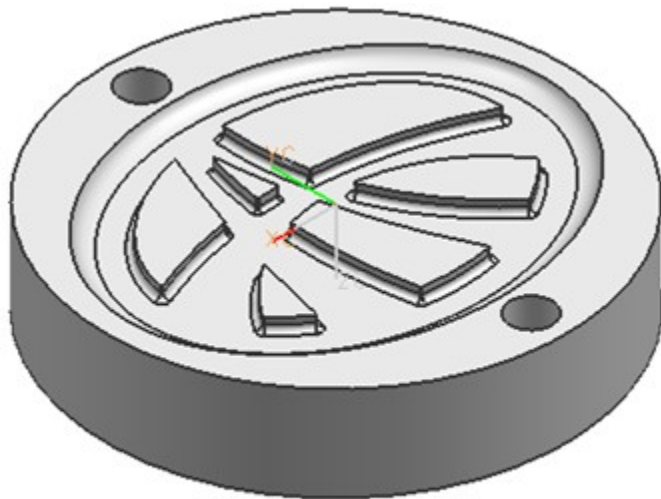

图12-59 “ttb.prt”文件
- 2。打开光盘中的〔 Lianxi\Ch12\ttb.prt 〕文件，如图 12-59 所示。根据本章所学习的知识内容，对模型进行编程。